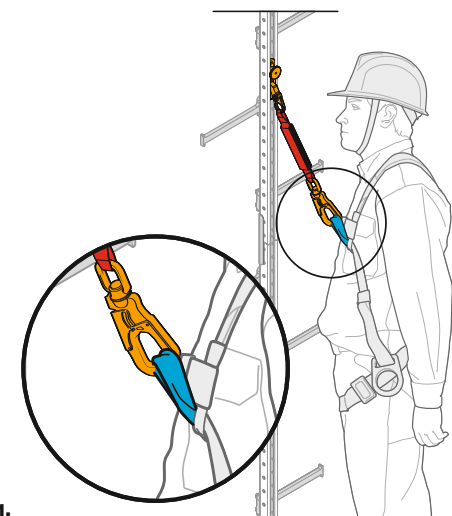

Рис. 6 Крепление соединительной подсистемы к анкерным точкам на привязи.
4. Соединить карабин соединительной подсистемы с точкой крепления привязи с маркировкой «А» (буква «А» должна быть полностью закрашена) (**рис. 6**).